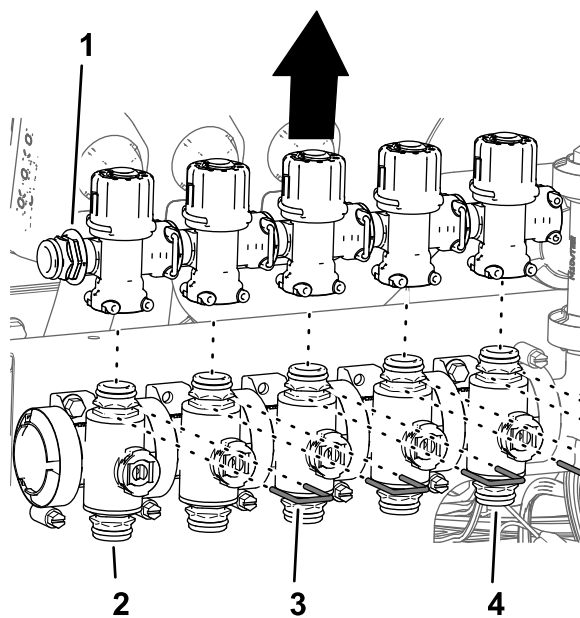

Figure 100
4. Retirez les étriers qui fixent les soupapes de dérivation aux vannes de buses 1 à 7 (Figure 100).
5. Soulevez les soupapes de dérivation pour les déposer des vannes de buses 1 à 5 (Figure 100).